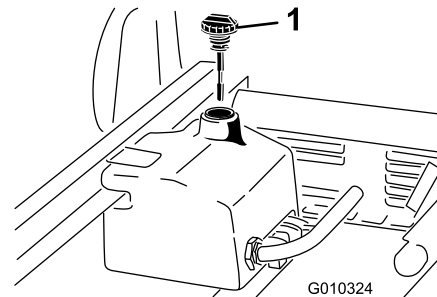

Bild 21
1. Reinigen Sie den Bereich um den Füllstutzen und den Deckel des Hydraulikbehälters (Bild 21).
3. Entfernen Sie den Peilstab (Bild 21) aus dem Füllstutzen und wischen ihn mit einem sauberen Lappen ab.